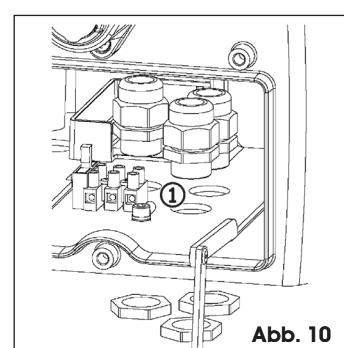

Abb. 10
- Die drei im Lieferumfang enthaltenen Kabelverschraubungen in die Öffnungen unter dem Motorkörper montieren, Abb. 10 Bez. ①, und dabei die Ausrichtung laut Abb. 10 einhalten.